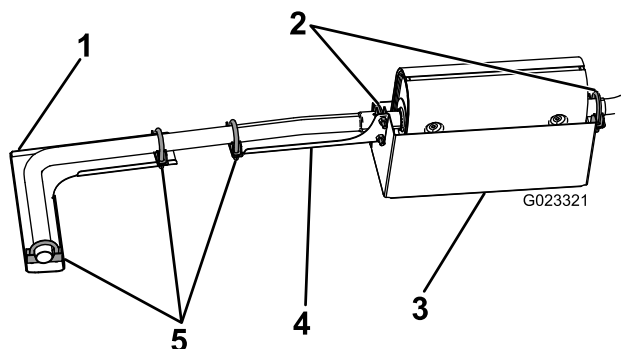

図 2
1. 既存のマフラーランプを利用して、マフラーシールドの前部をマフラーに取り付ける図 2。
2. 既存のマフラーランプを利用して、マフラーシールドの後部とテールパイプシールドの前部をマフラーに取り付ける図 2。
4. マフラーランプを、L シールドの端部に取り付け、その位置からランプをテールパイプの端部までずらす図 2。